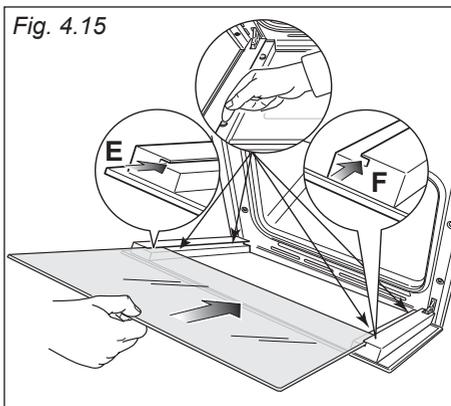
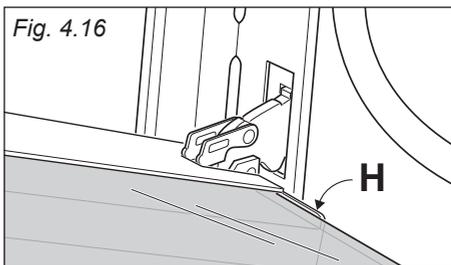

Fig. 4.15
Fig. 4.16
IMPORTANTE: È consigliabile, durante la rimozione del vetro, tenere premuti in posizione i 4 distanziatori "D", mediante un dito, al fine di evitare la rottura o lo sfilamento dei distanziatori stessi (fig. 4.15).
- **IMPORTANTE:** È consigliabile, durante l'inserimento del vetro, tenere premuti in posizione i 4 distanziatori "D", mediante un dito, al fine di evitare la rottura o lo sfilamento dei distanziatori stessi (fig. 4.15).
- Inserire il vetro nelle guide "E" ed "F" (fig. 4.15) e farlo scorrere dolcemente fino ai fermi "H" (fig. 4.16).